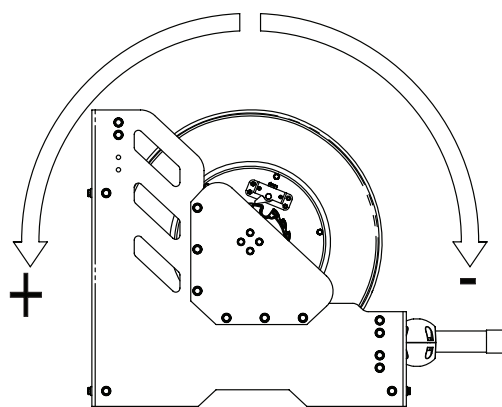

Fig. 6
3. Une fois le tuyau complètement rentré (les ressorts doivent rester neutres), appliquer une pré-tension aux ressorts en tournant le tambour du nombre de tours indiqué dans le tableau en fonction de la longueur du tuyau (voir tableau), dans un sens positif selon (Fig. 6). Ne pas appliquer une tension supérieure à celle indiquée, car cela pourrait endommager les ressorts.
6. Appliquez la pré-tension aux ressorts en tournant le tambour du nombre de tours dépendant de la longueur du tuyau, en tournant dans le sens positif comme indiqué sur la (Fig. 6). Ne pas appliquer une tension supérieure à celle indiquée, car les ressorts pourraient être endommagés.